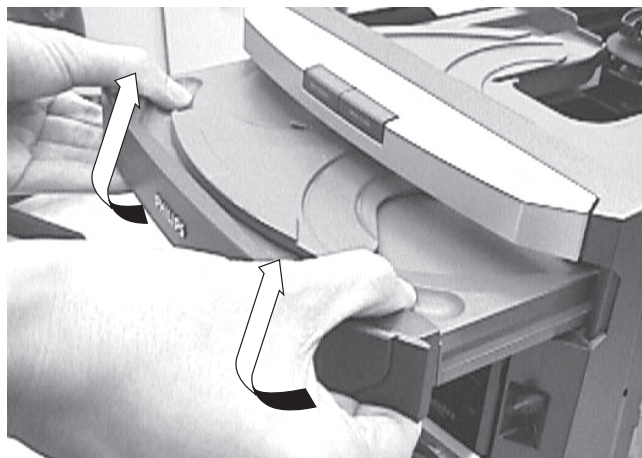

Figura 1
- 4) Remova a Bandeja (pos 106) como mostra a figura 1.